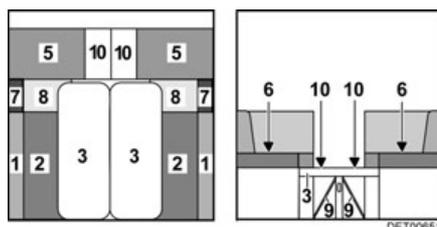

Fig. 146 Durante la transformación
- Enganchar las tablas de suspensión para el ensanchamiento del banco longitudinal (Fig. 146,6) y colocar los cojines correspondientes (Fig. 146,7 y 8) encima.
- Transformar la mesa (Fig. 146,3) en base de cama (véase apartado 7.7).
- Tirar del tirador y abrir la trampilla (Fig. 146,9) de las prolongaciones del banco.
- Plegar las prolongaciones del banco (Fig. 146,10) hacia arriba y colocar una cuña con las trampilla.